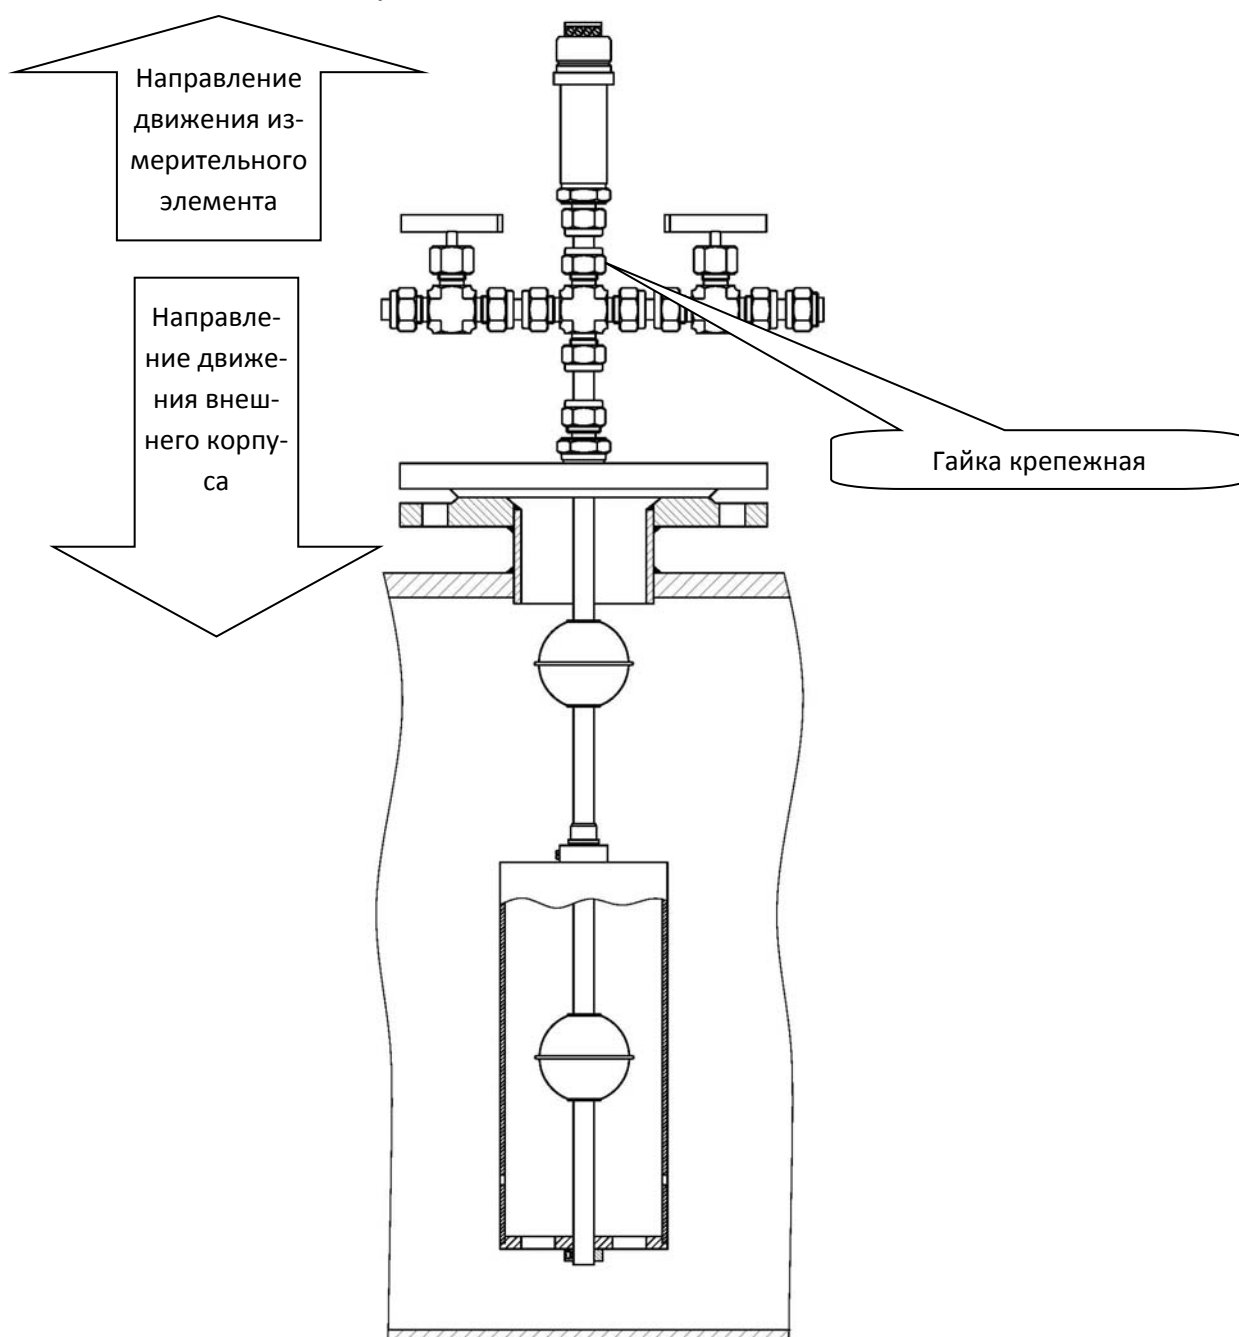

Рисунок 26 – Отсоединение измерительного элемента от внешнего корпуса
- 5) отвинтите гайку крепежную на измерительном элементе (рис. 26);
- 6) отсоедините измерительный элемент от внешнего корпуса, направляя движения, как показано на рис. 26;